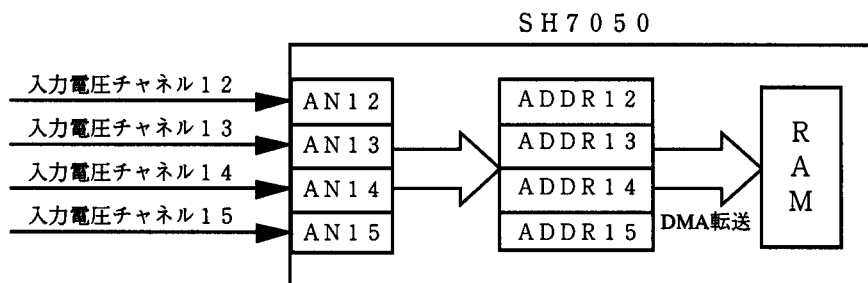

図1 SH7050による電圧の測定ブロック図
- (1) 図1に示すように、1グループ（AN12～15の4チャンネル）に入力される電圧をSH7050のA/D変換器を使用し、測定します。